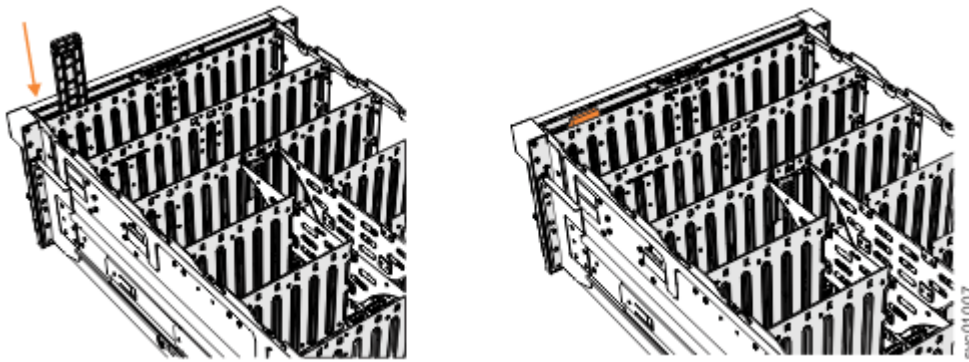

Abbildung 131. Konsolanzeigebaugruppe installieren
2. Richten Sie die Konsolanzeigebaugruppe vorsichtig in der Kerbe an der Vorderseite des Erweiterungsgehäuses aus (siehe Abbildung 131 auf Seite 120).